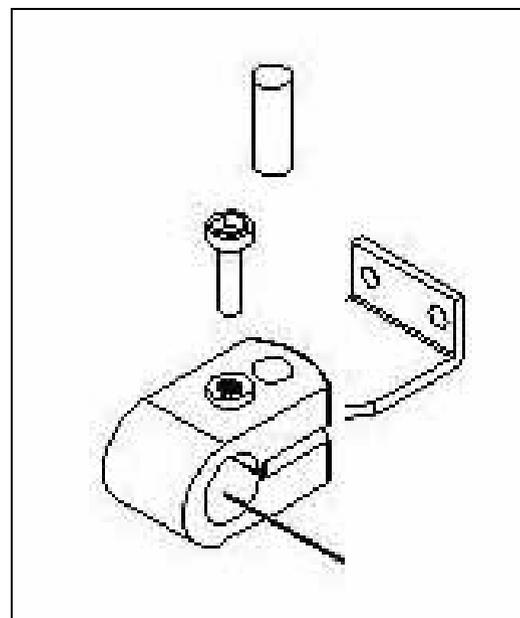

Fig. 5
4. Allentare il bullone della pinza di sblocco/blocco affinché scorra liberamente sulla canna di acciaio (fig.5)